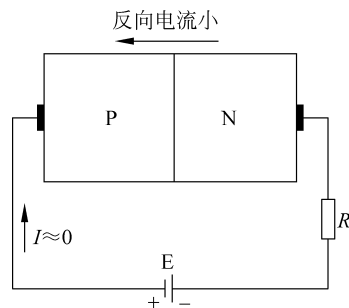

图 1-2 PN 结外加反向电压
(2) 外加反向电压时,反向电流很小。PN 结外加反向电压的情况如图 1-2 所示。即直流电源正极接 N 区,负极接 P 区,PN 结基本上处于截止状态。此时的电阻称为反向电阻,其值很大,一般为几千欧至十几千欧。